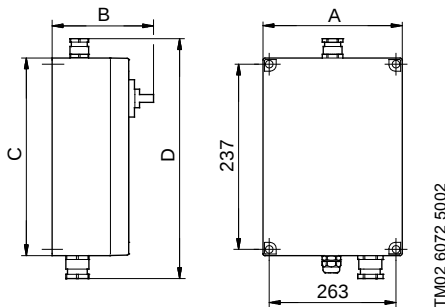

Fig. 6
- Îndepărtați partea din față a carcasei și montați cutia de control pe o suprafață plană folosind patru șuruburi fixate prin găurile de montaj de la placa din spate a cutiei, vezi fig. 6. Întrările cablurilor pentru pompă și întrerupătorul cu flotor trebuie să fie orientate în sus.